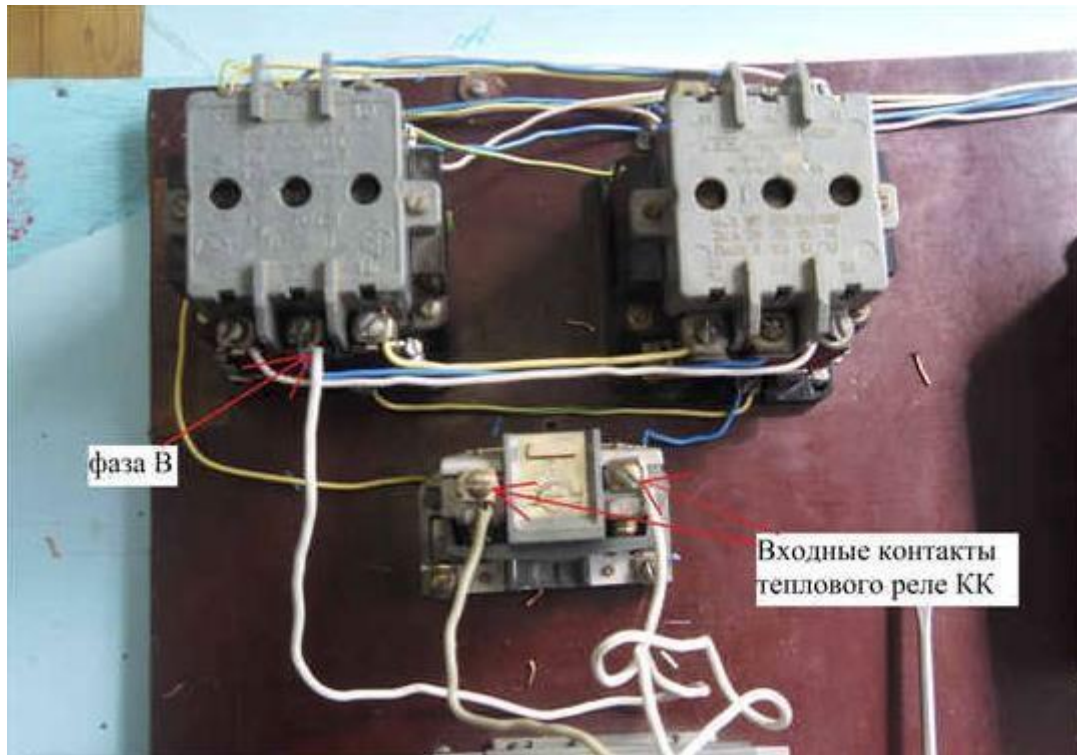

Рисунок 85 – Подключение двигателя к фазам на стенде
17. Подключение двигателя с КЗ-ротором фазой «В» к фазе «В» на магнитный пускатель. Фазу «А» и «С» подключаем к выходным контактам теплового реле КК (рисунок 85).